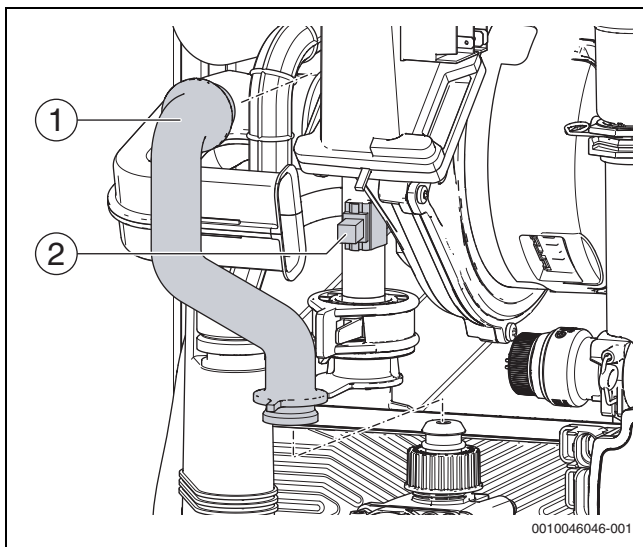

Fig. 135 Remplacer les NTC sur le tuyau de retour
- ▶ Placer les nouveaux NTC sur la surface plate du tuyau de départ (à proximité de l'entrée de l'échangeur thermique (→ Fig. 135) (position → Chapitre 14.11, page 39).